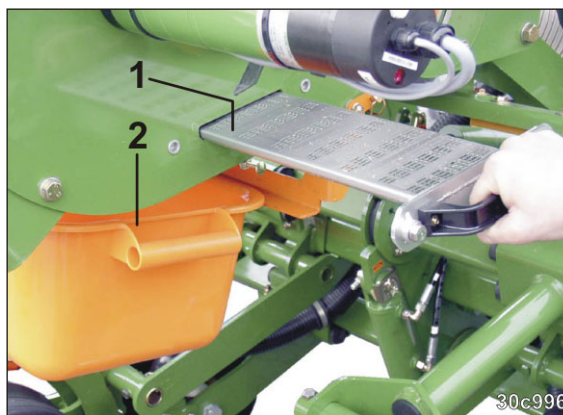

Рис. 260
6. Медленно выньте заслонку сита (Рис. 260/1) из корпуса.
→ Посевной материал высыплется в поддон (Рис. 260/2).